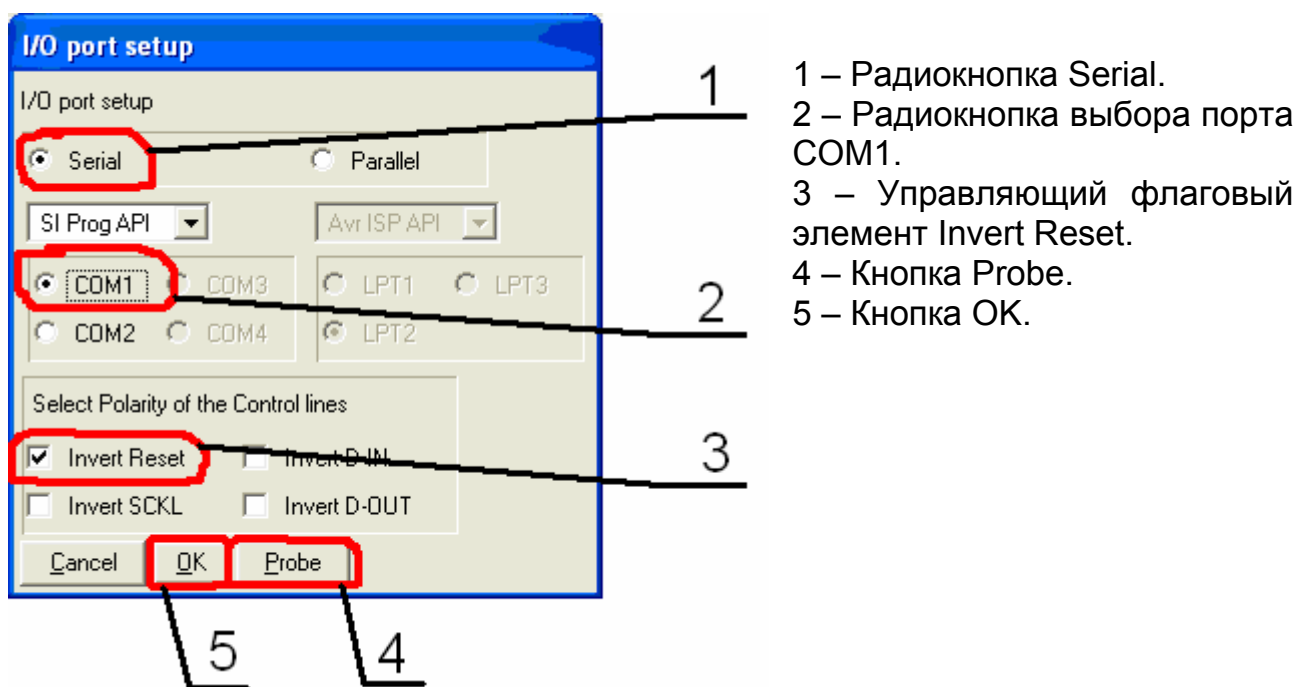

Рис. 4.1 – Окно I/O Port setup.
- 3.9 В появившемся окне I/O Port setup (рисунок 4.1) выбрать:
- 3.9.4 остальные флаги в управляющих флаговых элементах должны быть не установлены (см. рисунок 4.1).